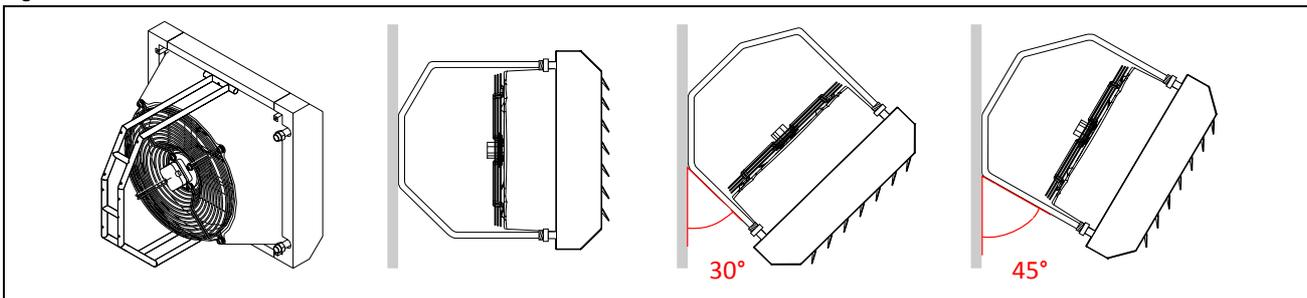

Figura 14
- Le ventilanti possono essere posizionate parallelamente alla parete, inclinate di 30° o di 45° rispetto alla parete (Figura 14).